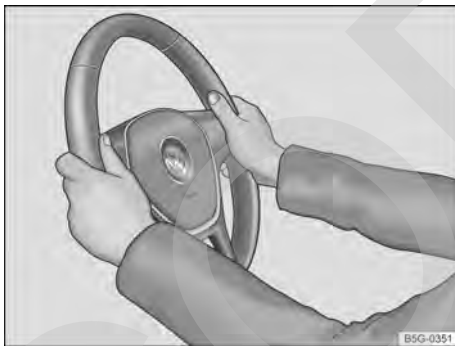

Fig. 65 En el volante: posición 9 y 3 horas.
- Ajustar la posición del volante de forma que pueda sostenerlo lateralmente por el borde exterior *posición equivalente a las 9 y a las 3 horas* → **fig. 65** con ambas manos y los brazos levemente doblados.
- Durante la conducción, siempre sujete el volante con ambas manos, de forma lateral, por el borde exterior (*posición equivalente a las 9 y a las 3 horas*) → **fig. 65** para reducir el peligro de sufrir lesiones causadas al dispararse el airbag frontal del conductor.